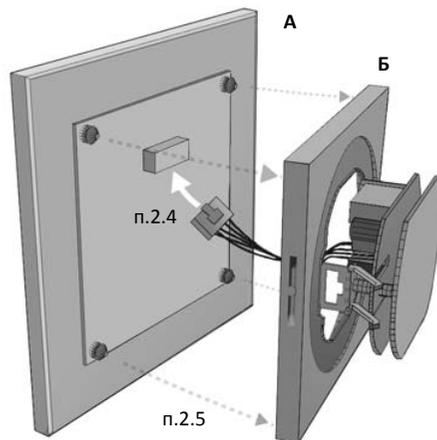

Рис. 1 Состав (А, Б) и порядок сборки (п. 2.4 и п.2.5) Q600W.
2.4 Сориентируйте и сомкните ответные части разъема шлейфа интерфейсного блока и сенсорной панели (рисунок 1).
2.5 Сориентируйте сенсорную панель разъемом вверх и присоедините к интерфейсному блоку, обеспечивая ее равномерный прижим до защелкивания в замках (см. рисунок 1).